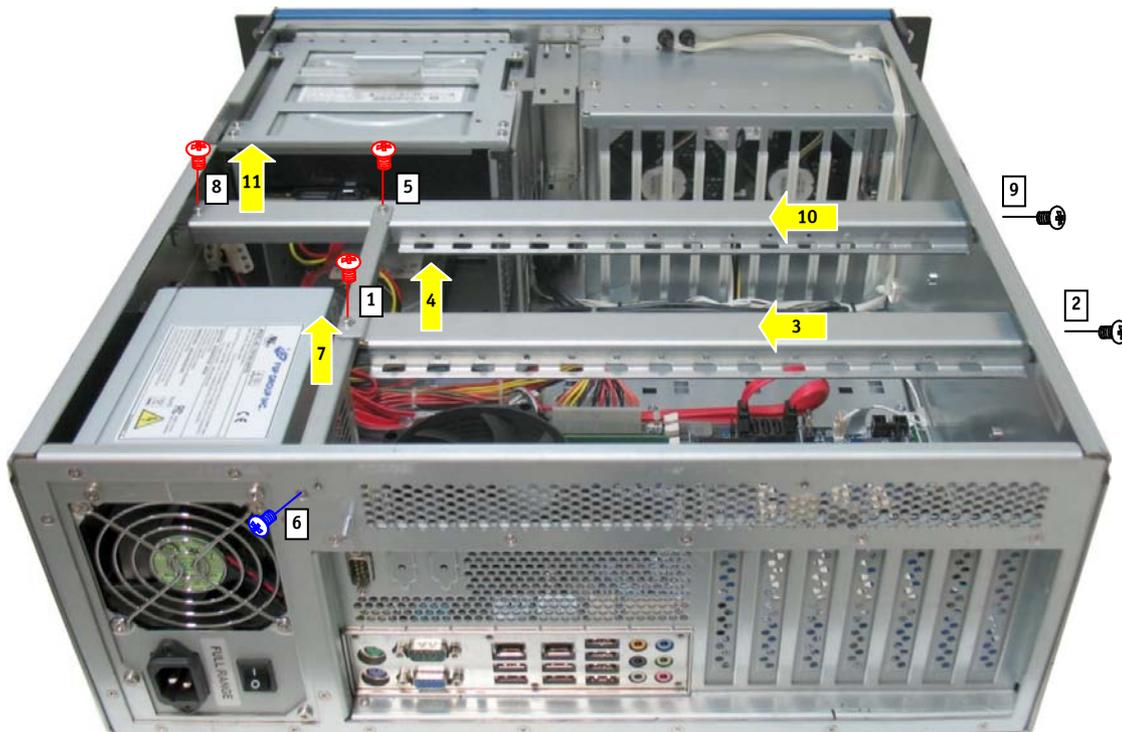

Abb. 34: KISS 4U V2-Plattform - geöffnet; entfernen der Kartenniederhalter
5. Lösen Sie die internen und danach die von außen zugänglichen Befestigungsschrauben des Kartenniederhalters für kurze Erweiterungskarten (siehe Abb. 8 und Abb. 9, Pos. 7), (Abb. 34, Schritt 1 und 2). Ziehen Sie den Kartenniederhalter für kurze Erweiterungskarten nach links (Abb. 34, Schritt 3), um ihn aus den seitlich angebrachten Bolzen zu entnehmen. Heben Sie den Kartenniederhalter heraus (Schritt 4). Legen Sie den Kartenniederhalter und die Schrauben für später beiseite.
6. Lösen Sie die interne und danach die von außen zugänglichen Befestigungsschrauben der Halterung (siehe Abb. 8 und Abb. 9, Pos. 8), (Abb. 34, Schritt 5 und 6). Heben Sie die Halterung heraus (Abb. 34, Schritt 7). Legen Sie die Halterung und die Schrauben für später beiseite.
7. Lösen Sie die interne und danach die von außen zugänglichen Befestigungsschrauben des Kartenniederhalters für lange Erweiterungskarten (siehe Abb. 8 und Abb. 9, Pos. 6), (Abb. 34, Schritt 8 und 9). Ziehen Sie den Kartenniederhalter nach links (Abb. 34, Schritt 10), um ihn aus den seitlich angebrachten Bolzen zu entnehmen. Heben Sie den Kartenniederhalter heraus (Abb. 34, Schritt 11). Legen Sie den Kartenniederhalter für lange Erweiterungskarten und die Schrauben für später beiseite.